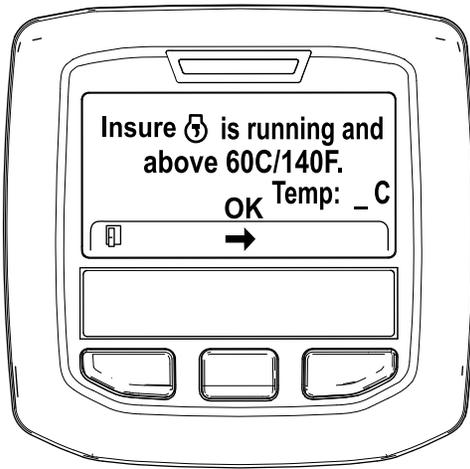

Bild 36
5. Wenn die Kühlmitteltemperatur unter 60°C liegt, wird die Meldung „Insure  is running and above 60C/140F“ angezeigt (Bild 36).